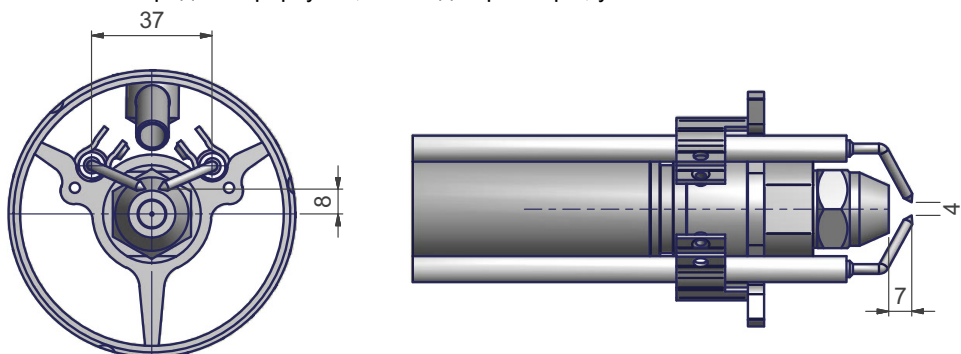

Рис. 17
Отрегулировать положение электродов и форсунки, соблюдая размеры, указанные на Рис. 17.
**ВНИМАНИЕ:** для того, чтобы отрегулировать положение форсунки относительно воздушной трубки (Рис. 17), воздействовать на винт **VU**, после закрепления винта **VL** (Рис.)